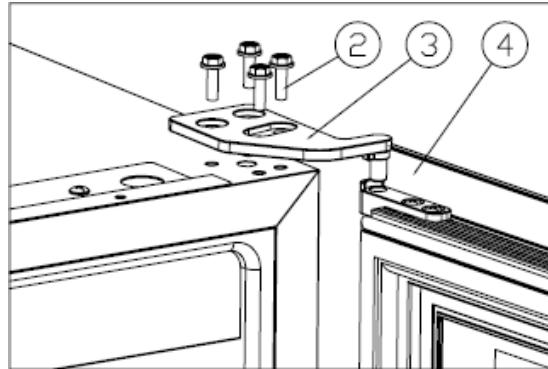

Рис. 1
Открутите винты M5\*16 (2), снимите правую верхнюю петлю (3) и снимите дверцу (Рис. 1).